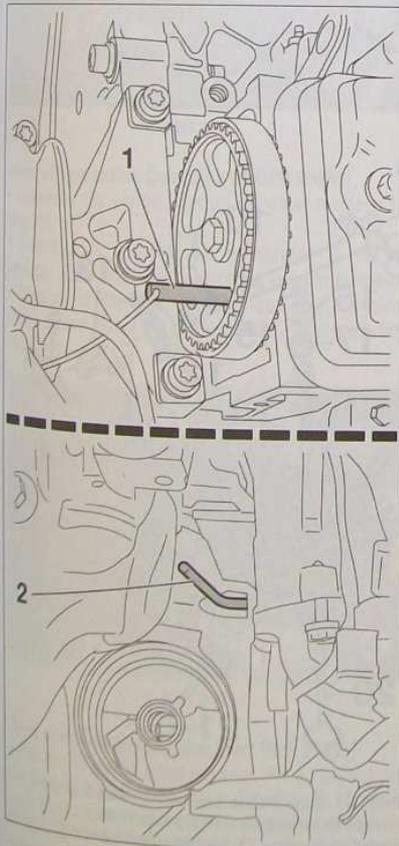
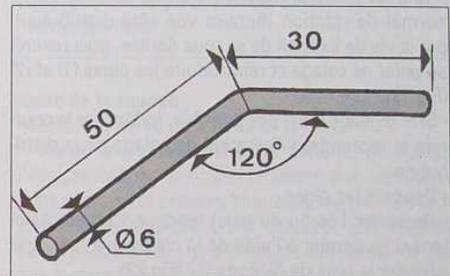

FIG. 19
FIG. 22
- la roue dentée d'arbre à cames, à l'aide d'une pige appropriée de 10 mm (outil Citroën 4507-T.B) (1) (Fig.19).
- le volant à l'aide d'une pige appropriée (outil Citroën 4507-T.A, voir cotes de réalisation Fig.22), par l'orifice placé sur le carter-cylindres, au dessus du logement du filtre à huile (2) (Fig.19).
- roue dentée d'arbre à cames pigée à l'aide d'une pige de 10 mm (1) (Fig.19).
- volant moteur pigé à l'aide d'une pige appropriée (outil Citroën 4507-T.A, voir cotes de réalisation Fig.22), par l'orifice placé sur le carter-cylindres, au dessus du logement du filtre à huile (2) (Fig.19).
- Déposer les piges de calage (1) et (2) (Fig.19) puis l'étrier, si utilisé.
- Tourner le vilebrequin de 4 tours, dans son sens normal de rotation (horaire vue côté distribution) par la vis de fixation de sa roue dentée, puis revenir au point de calage et réintroduire les piges (1) et (2) (Fig.19).